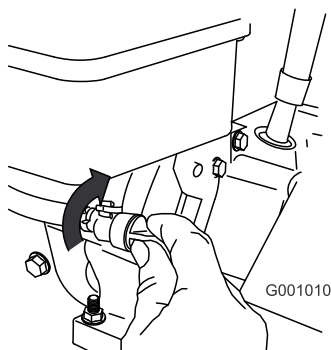

Figure 31
3. Fermez le robinet de carburant en le tournant dans le sens horaire (Figure 31).